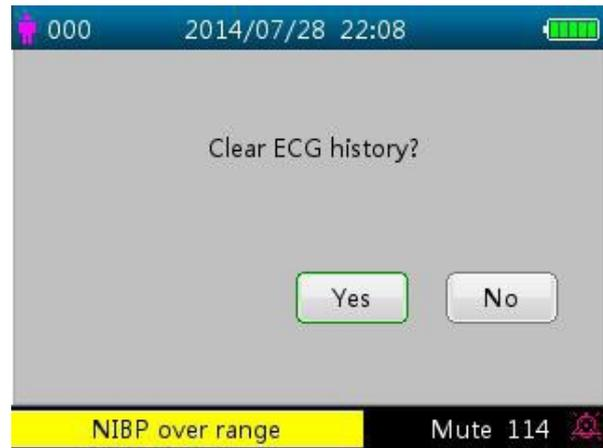

Figure 4.5 Effacement de la chronologie ECG
- En appuyant de manière prolongée sur la touche OK ■, une fenêtre de dialogue apparaît pour annuler les enregistrements, comme dans la Figure 4.5 ; l'utilisateur peut effacer toute la chronologie des données des tracés ECG.